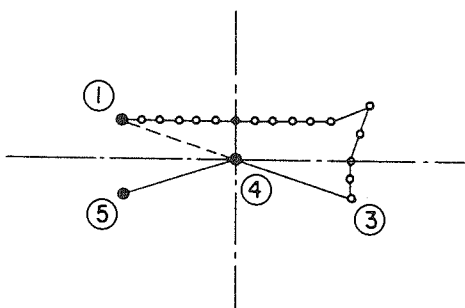

Fig. 6
- Paso 24 Mueva la aguja usando las teclas y , y confirme que el punto de entrada de la aguja ha sido borrado y que el patrón después del punto borrado se ha movido como se ilustra en el la Fig. 6.
- Paso 25 Mueva la aguja a la posición ④ que se ilustra en la Fig. 6. Luego pulse las teclas y hasta que el LED indique [Movimiento del punto (relativo)]. Luego pulse la tecla .